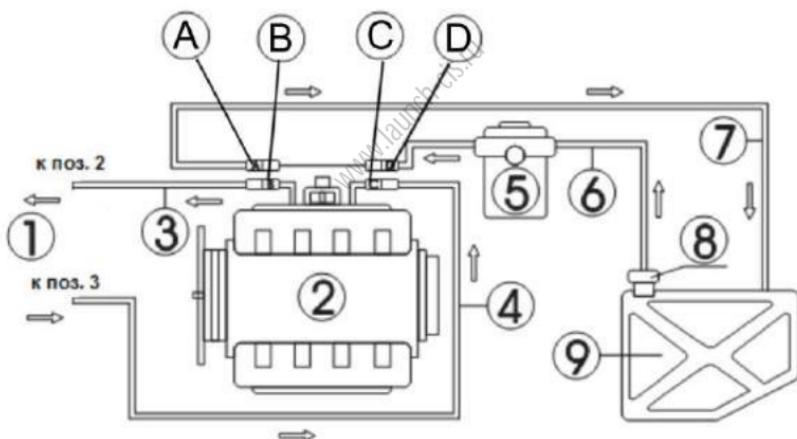

Рис.5.15
- 1) Отсоедините соединения шлангов подачи топлива (C, D) и шлангов возврата топлива (A, B) топливной системы двигателя (при отключении соединителя оберните его куском ткани). Подберите подходящие соединители и подсоедините их к концам шлангов В и С, а затем подсоедините другие концы к соответствующим концам сливного и подающего шлангов стенда. См. рис. 5.15.